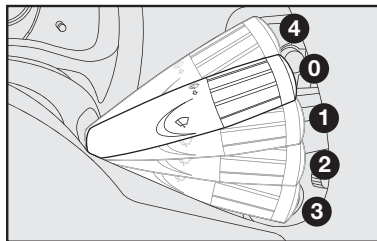

fig. 45
**ADVERTÊNCIA:** com o clima muito úmido não é aconselhado o uso prolongado do ar-condicionado nas posições  ou . A diferença entre a temperatura externa e a do para-brisa pode causar embaçamento do lado externo do para-brisa, causando perda de visibilidade. Se isso ocorrer, acione a alavanca do limpador do para-brisa fig. 45.
### Limpador/lavador do para-brisa - fig. 45